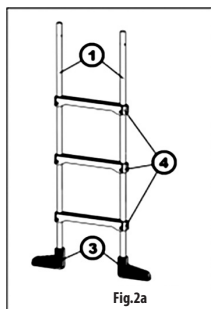
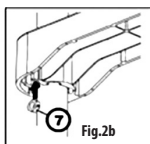
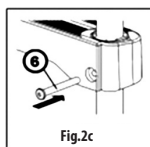

Fig. 2a
Fig. 2b
Fig. 2c
Introduisez toutes les marches en plastique (4) sur les deux paires de tubes (Fig. 2a) tout en respectant la même orientation de toutes les marches. Déplacez les marches sur les tubes de façon à ce que les trous pour les vis correspondent aux trous percés dans les tubes. Introduisez dans la rainure en bas l'écrou (7) (Fig. 2b) et vissez la marche (6) (Fig. 2c).